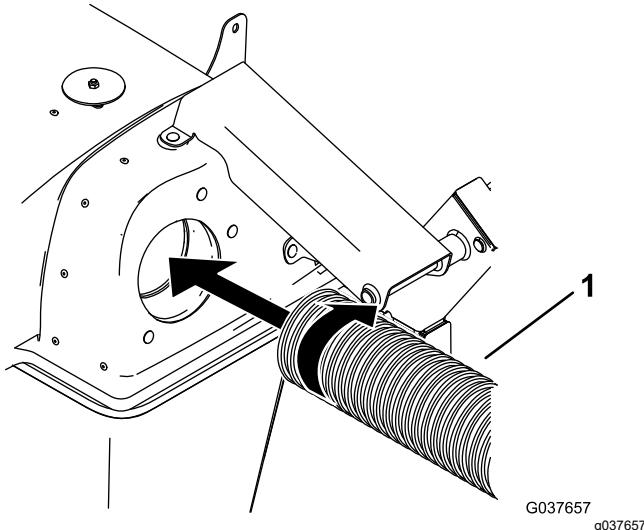

Figure 19
- Vissez une extrémité du tube flexible dans le capot sur 2 à 3 filets (Figure 19).